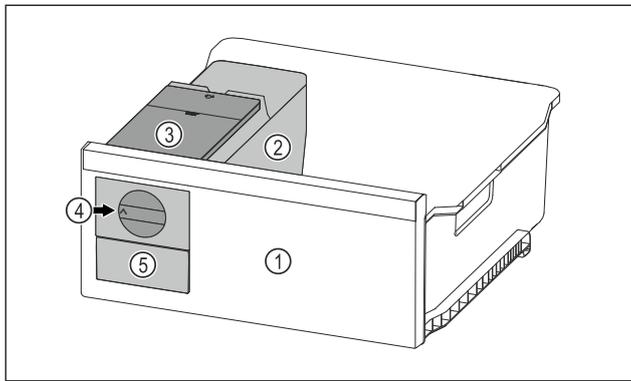

Fig. 70 Примерно изображение
- ▶ Завъртете въртящото се копче Fig. 70 (4) по часовниковата стрелка до упор.
- ▶ Ледените кубчета падат от формата за ледени кубчета в чекмеджето за ледени кубчета Fig. 70 (5).